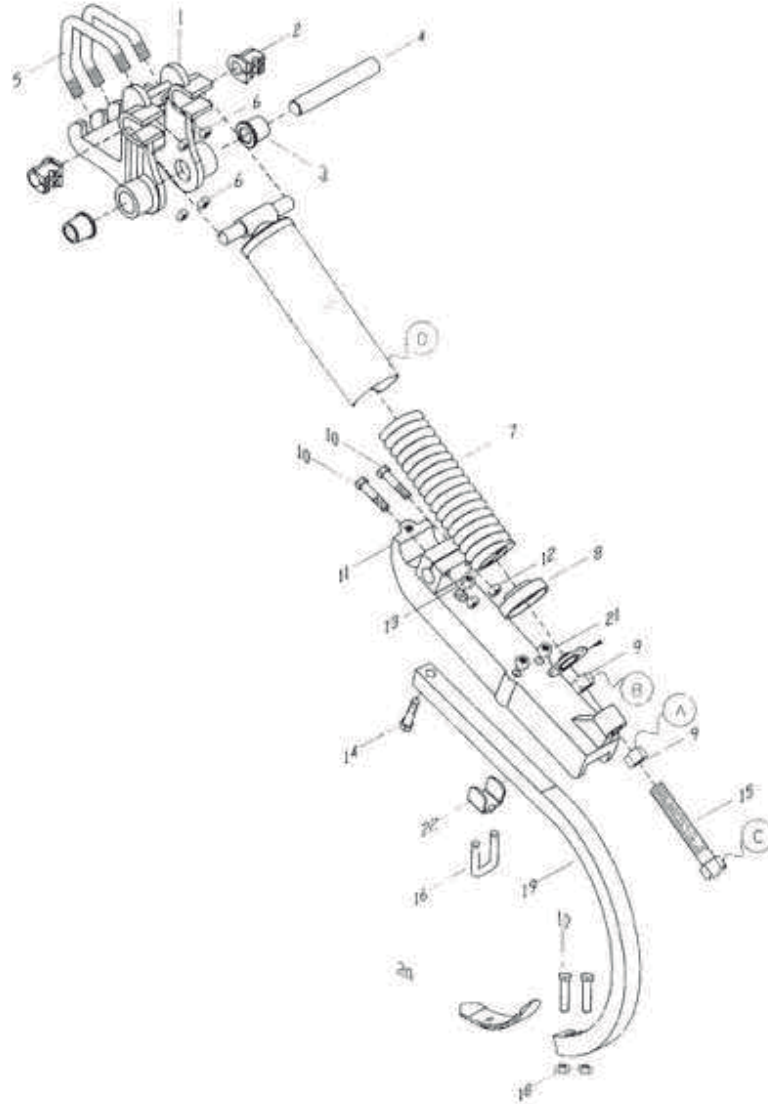

Fig.1
Desaflojamos la contratuerca (A) Fig.1 y sujetando la tuerca (B) Fig. 1 giramos el tornillo (C) Fig.1 en el sentido de las agujas del reloj para apretar, hasta conseguir la presión deseada, a continuación apretamos de nuevo la contratuerca (A) Fig. 1 y el sistema quedara listo para trabajar. Hay que considerar que cuanto mas se apriete el muelle mas se limita el recorrido del brazo, lo que dificulta su trabajo sobre todo en tierras con muchos enganches.
Por todo lo anterior es recomendable dar presión con moderación y solo cuando el muelle por efecto de la compresión quede suelto en el interior del tubo (D) Fig. 1.